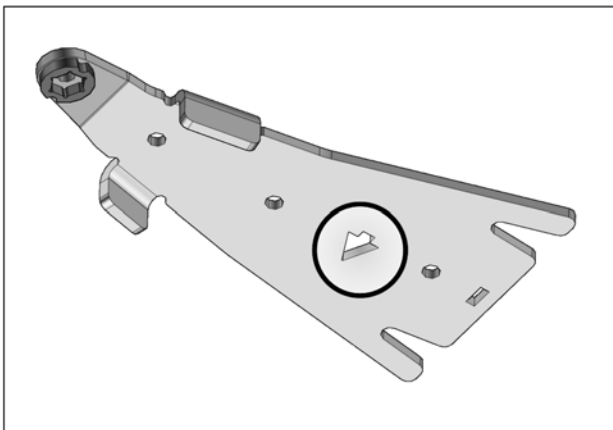

Fig. 1
1. Des flèches indiquant l'avant du véhicule sont découpées dans certaines composantes des ancres. S'assurer que ces flèches pointent vers l'avant du véhicule à l'assemblage de celles-ci. Fig. 1